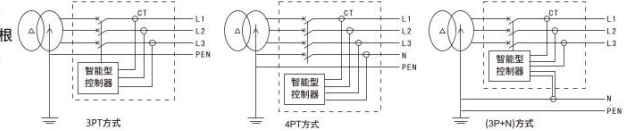

图2 接地保护
(1)内部互感器矢量和方式(接地保护), 控制器根据三相电流和中性极电流矢量和进行保护, 根据断路器极数分为3PT、4PT、(3P+N)T三种形式, 见图2。